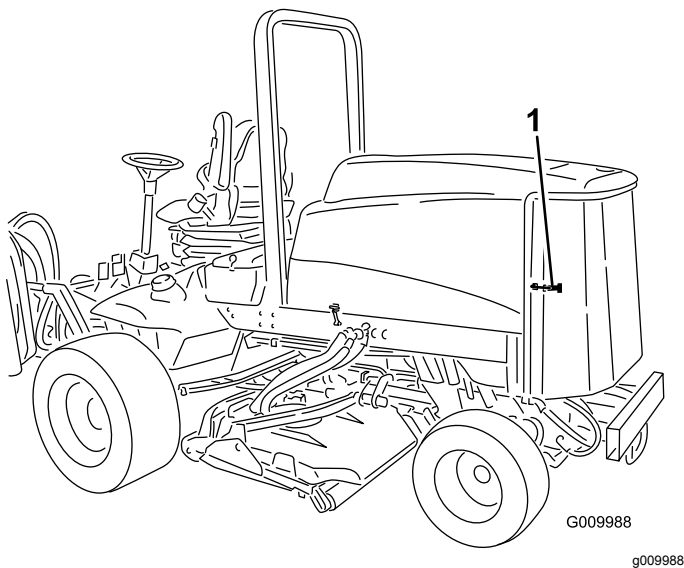

Bild 45
1. Entriegeln und schwenken Sie das hintere Gitter in die geöffnete Stellung (**Bild 45**). Entfernen Sie alle Schmutzrückstände aus dem Drehgitter.